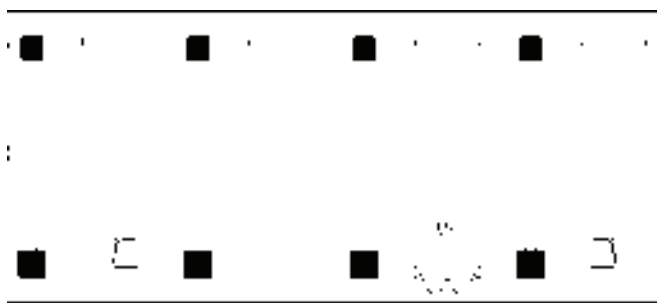

图 15-87 深化风道口图形
12) 深化风道口图形。调用“多段线”命令，在风道口墙体内绘制线段；调用“图案填充”命令，选择 ASNI31 图案，将填充角度设置为  $0^\circ$ ，将填充比例设置为 50，对图形执行填充操作，结果如图 15-87 所示。